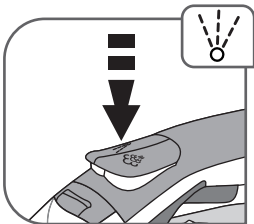

Fig. 11
- Ha gőzzel vagy szárazon vasal, nyomja meg többször egymás után a SPRAY gombot, hogy megnedvesítse a szövetet és a makacs gyűrődéseket megszüntesse – **fig.11.**